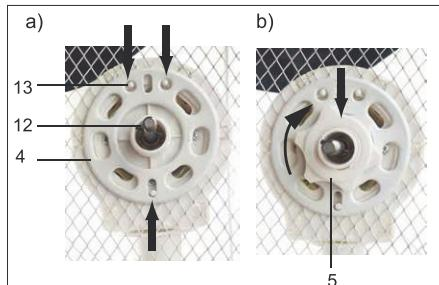

Fig.98: Montering av det bakre skyddsgallret
4. Sätt fast det bakre skyddsgallret (4) på motorblockets axel (12) och centreringsstift (13), se bild 98, a).
5. Skruva därefter fast sexkantsmuttern (5) på axeln genom att vrida den medsols, se bild 98, b).